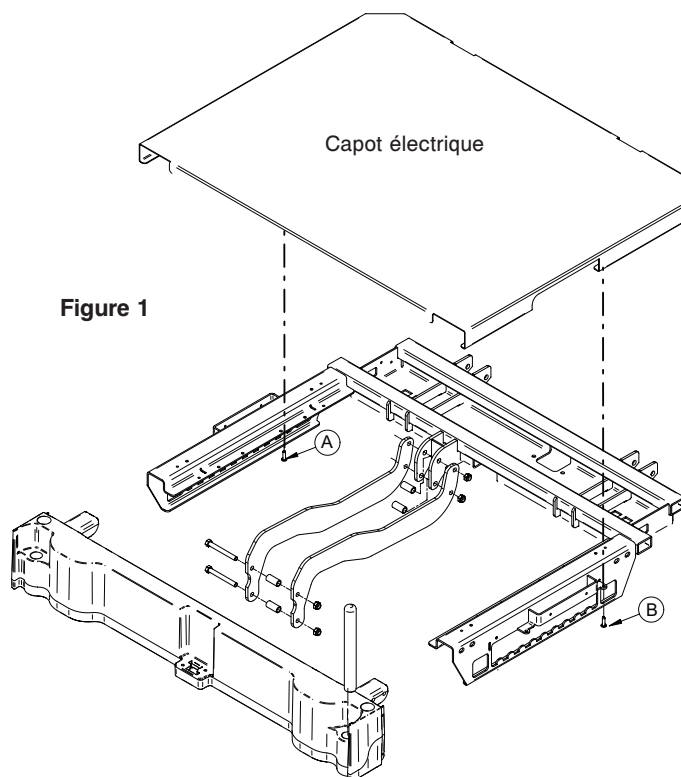

Figure 1
5. À l'aide du tournevis Phillips, retirez les deux vis maintenant le capot électrique et retirez le capot (référez-vous à la Figure 1 ci-dessus, items A et B).
4. À l'aide du tournevis Phillips, retirez les deux vis maintenant le capot électrique et retirez le capot (référez-vous à la Figure 1 ci-dessus, items A et B).